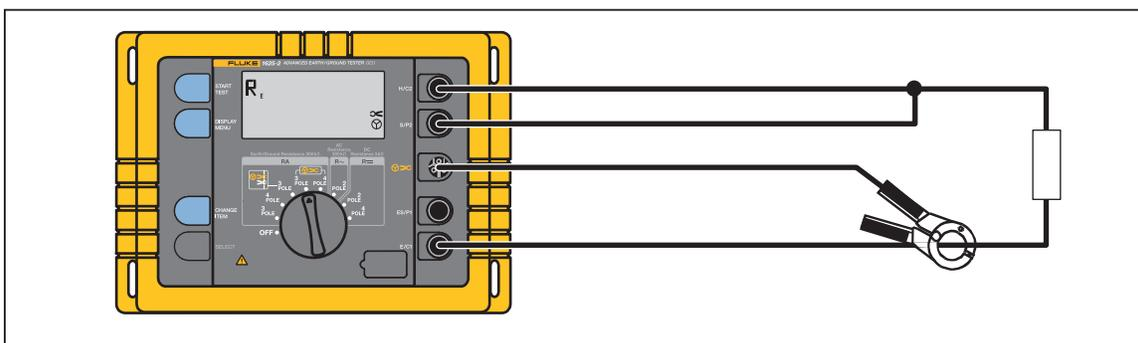

Figura 9. Collegamento del trasformatore a pinza
4. Collegare il trasformatore a pinza. Vedere la Figura 9.